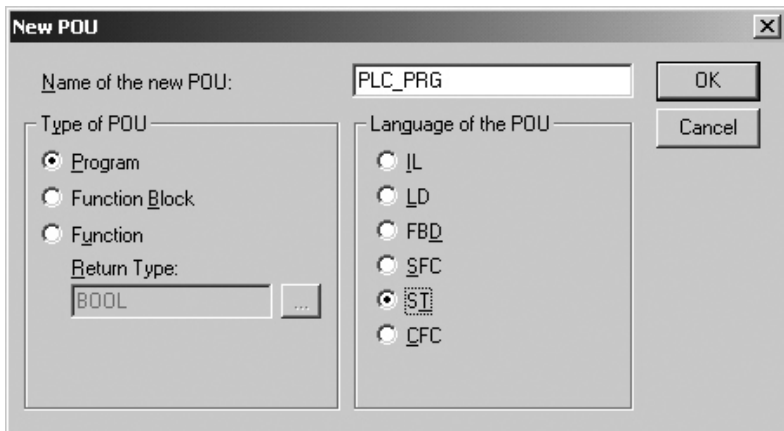

Рис. 4. Окно создания основного POU
7.4. После задания настроек Target-файла необходимо создать основной POU (главную программу проекта). Окно этого диалога представлено на рис. 4. Главная программа всегда должна иметь тип **Program** и имя **PLC_PRG**. Поэтому в данном диалоге разрешается менять только язык программирования (Language of the POU).